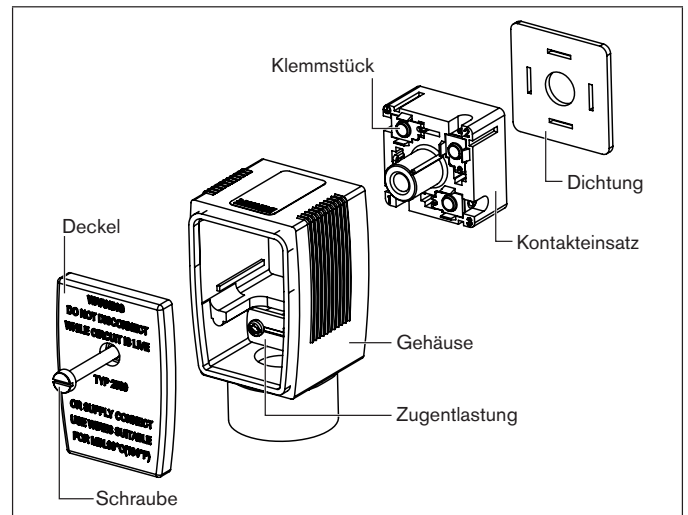

Bild 2: Explosionszeichnung Gerätesteckdose Typ 2509
- Kontakteinsatz aus Gehäuse entfernen (siehe „Bild 2“).